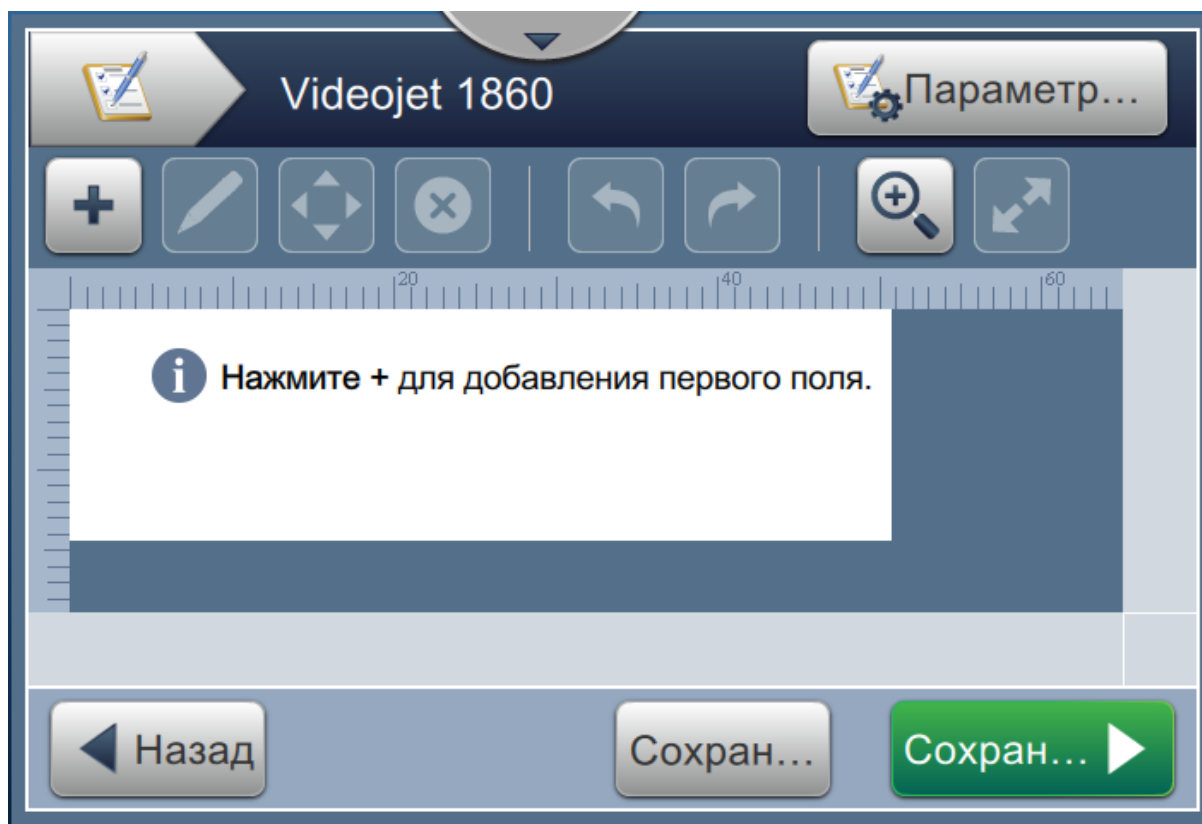

Рис. 5-3. Экран редактора заданий
6. Отобразится экран «Редактор заданий», как показано на Рис. 5-3.